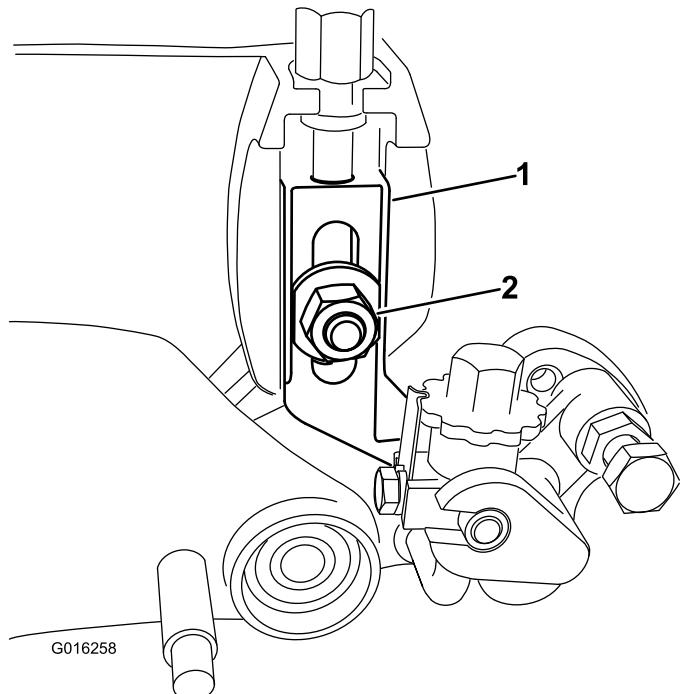

图33
5. 卸下将剪草高度臂组件固定至侧板上的防松螺栓、螺母和垫圈 图33。